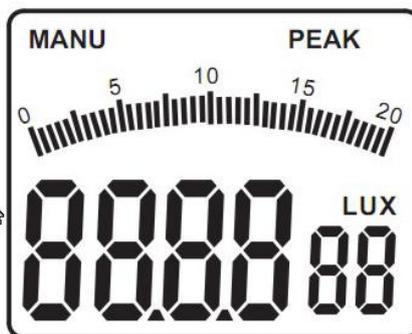

Figura 3-1-2B
- Presione durante dos segundos el pulsador REL/PEAK, el medidor entrara en el modo de medición de picos, en la parte superior de la pantalla aparecerá la indicación "PEAK" y al mismo tiempo la indicación "MANU" en la parte superior izquierda (como se muestra en la figura 3-1-2B)